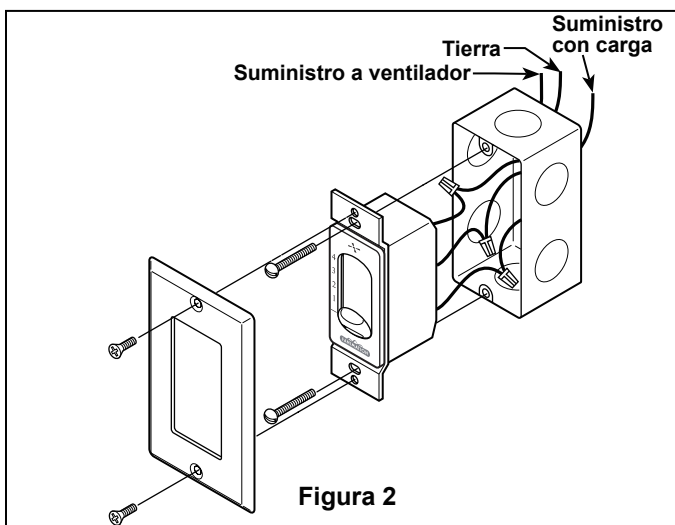

Figura 2
1. Fije bien el soporte de suspensión a la caja de distribución con los tornillos y las arandelas suministrados con la misma. (Figura 2)
NOTA: Se deben pasar los tornillos de la caja de distribución eléctrica a través de los orificios que se encuentran en el soporte de suspensión. (Figura 2)
3. Con cuidado, levante el ventilador y apoye la unidad del barral/de la semiesfera en el soporte de suspensión que acaba de fijar a la caja de distribución eléctrica (Figura 3). Asegúrese de que la ranura en la semiesfera esté alineada con el reborde del soporte de suspensión (Figura 2).
2. Asegure bien las tres aspas con tornillos con cabeza de arandela con arandelas de fibra. No ajuste demasiado. (Figura 2)